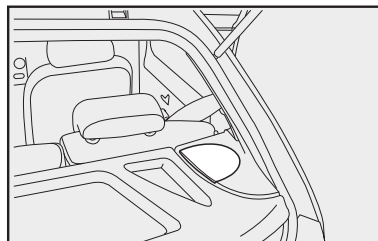
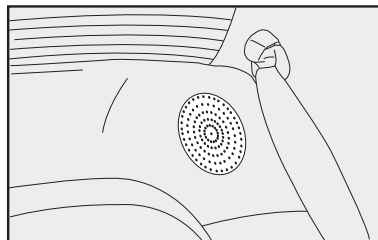
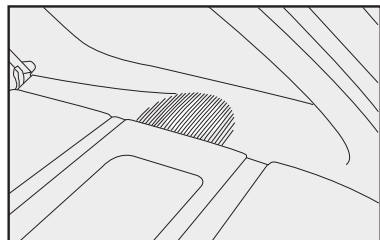

fig. 152
fig. 153
fig. 154
- Altoparlantes traseros **fig. 152** (Palio); **fig. 153** (Siena) y **fig. 154** (Palio Weekend).